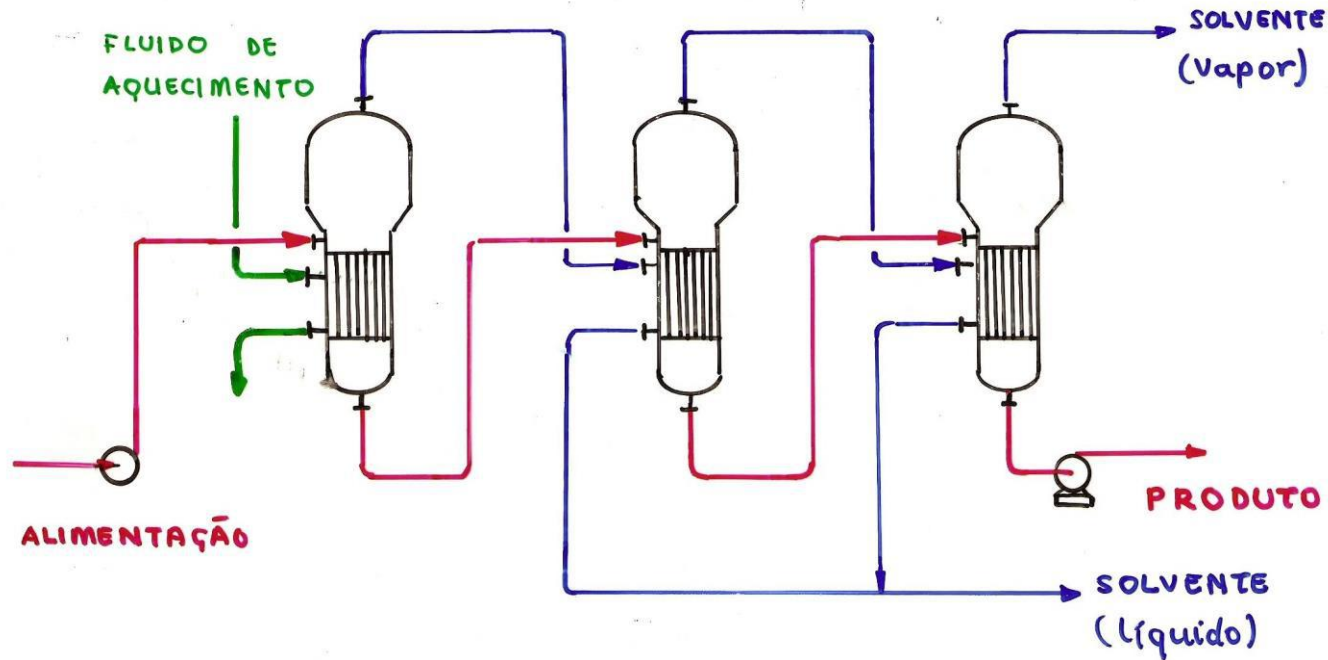

Figura 11 – Múltiplo efeito em correntes paralelas
2. Na modalidade de múltiplo efeito há mais de um evaporador, postos em série. O vapor vivo é alimentado num estágio. O vapor gerado em um evaporador é aproveitado como fluido de aquecimento para o próximo evaporador e assim, sucessivamente. No múltiplo efeito há um aumento da evaporação por unidade de massa de vapor vivo utilizado. Vale ressaltar que à medida que se caminha pelos efeitos, o vapor então gerado, sob o ponto de vista entálpico, é mais pobre do que o efeito anterior. Na Figura 11 e 12 são apresentados múltiplos efeitos em correntes paralelas e concorrentes, respectivamente.